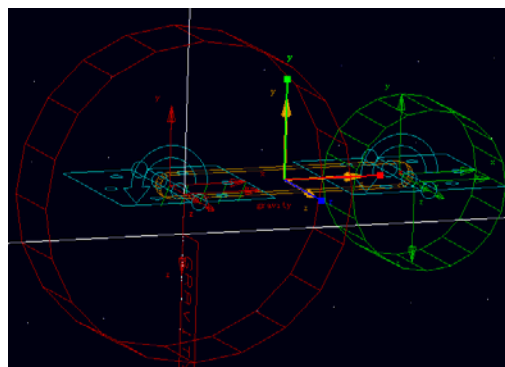

图 4-5 固定齿轮和行星轮之间的啮合点
4.5 上面所创建的啮合点不在两个齿轮的分度圆的交线上,下面将对上面做出的啮合点进行位置移动和方位旋转,使该啮合点位于两齿轮交线上,并使啮合点的 Z 轴方向与齿轮旋转方向相同。在 ADAMS/View 窗口中，在两个齿轮啮合处点击鼠标右键，选择--Maker: MARKER_14→Modify，如图 4-5 所示。在弹出的对话框中，将 Location 栏的值 75.0, 25.0, -25.0 改为 100.0, 25.0, -25.0(位置移动),将 Orientation 栏中的值 0.0, 0.0,